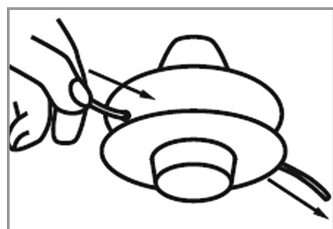

**Рис. 12 Конструкция триммерной головки**
- Отожмите защелки А и снимите крышку 3, извлеките катушку 1 с гайкой 2 (Рис. 12). Удалите остатки корда с катушки. Соберите триммерную головку обратно.
3. Намотайте корд на катушку. Для этого нажмите на гайку 2 (Рис. 12) и вращайте ее по часовой стрелке, как